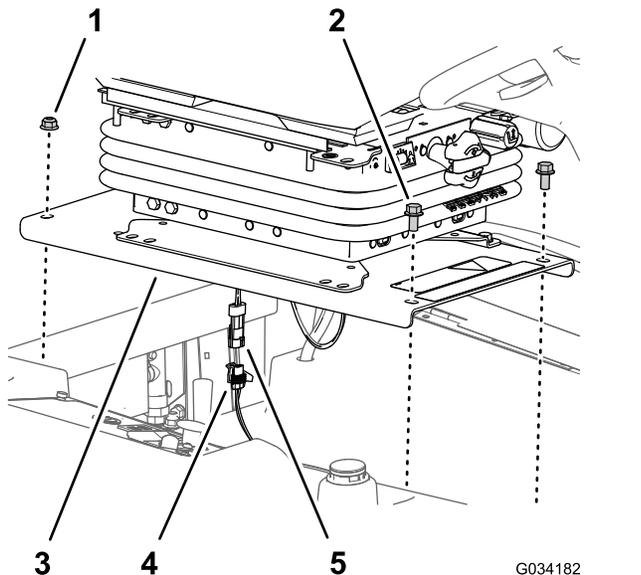

図 33
1. シートプレート前部をシャーシに固定しているフランジヘッドボルト $\frac{3}{8}$ x $\frac{3}{4}$ " 2本を取り外す 図 33。
2. シートプレート後部をシャーシに固定しているフランジヘッドボルト $\frac{3}{8}$ " 2本を取り外す 図 33。
4. 着席確認スイッチの 2 ピンコネクタを、マシンのワイヤハーネスの 2 ソケットコネクタから外す 図 33。
2. 着席確認スイッチの 2 ピンコネクタを、マシンのワイヤハーネスの 2 ソケットコネクタに接続する 図 33を参照。
3. シートプレートの後部の穴 図 33を、ラジエターのチャンネル材の2本のキャリッジボルト $\frac{3}{8}$ x 1"に合わせる。
4. シートプレート 図 33をキャリッジボルトに組み付け、ステップ2 運転席とシートプレートを取り外す
5. シートプレートの前部の穴 図 33参照を、タンクのロッドのねじに合わせる。
6. シートプレート 図 33をロッドに組み付け、ステップ1 運転席とシートプレートを取り外す (ページ 40)で外したフランジロックナット $\frac{3}{8}$ x $\frac{3}{4}$ " 2個で固定する。